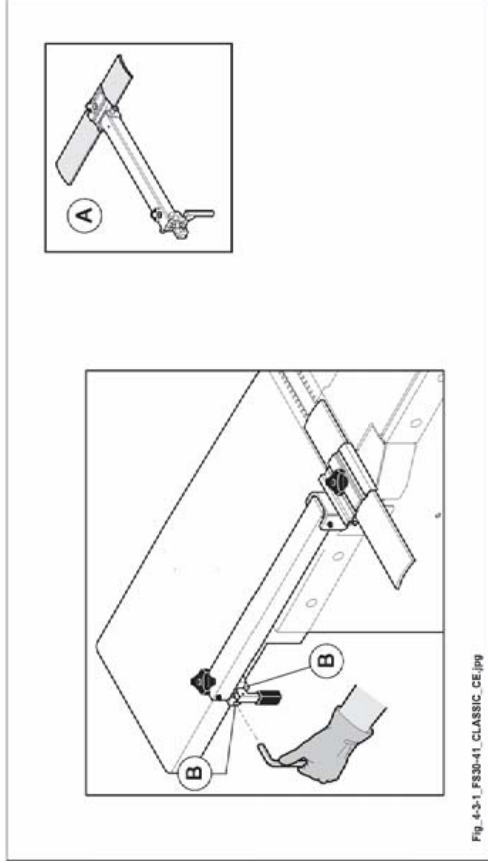

Abb. 4.3-1
Aus Transportgründen wird die Brücke (A, Abb. 4.3-1) ausgebaut.
- 1) Schutzvorrichtung (A, Abb. 4.3-1), wie auf der Abbildung, aufsetzen.
- 2) Die beiden Befestigungs-schrauben durch die Bohrungen (B, Abb. 4.3-1) anschrauben.